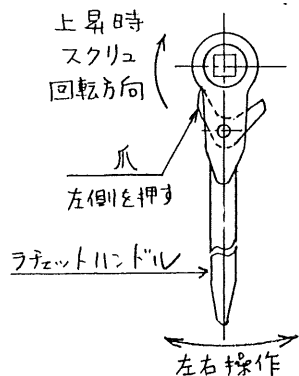

図17
- c)ジャッキを上昇させる時はラチェットハンドルの爪を左側に切替え、ハンドルを左右に操作して下さい。（図17）